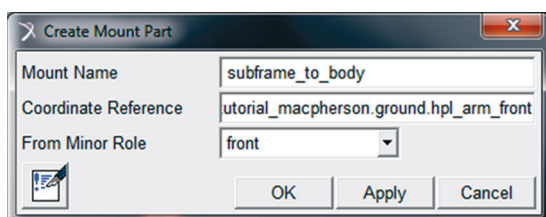

Figura 4.74 – Criação do Mount “*subframe\_to\_body*”.
- A janela *Create Mount Part* deverá ter seus campos preenchidos, conforme mostrado na Figura 4.74. Note que o nome do *Mount* deve ser exatamente o mesmo definido no outro subsistema, nesse caso, o chassi. Ainda com relação à Figura 4.74, a coordenada de referência utilizada é o *Hardpoint* “*hpl\_arm\_front*” e definiu-se a suspensão como dianteira (*front*).